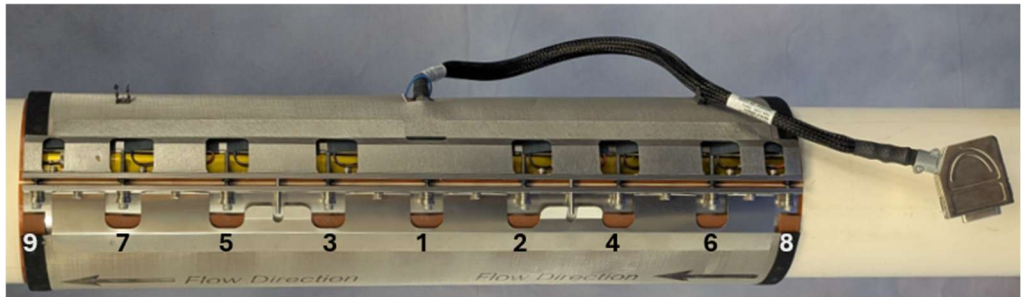
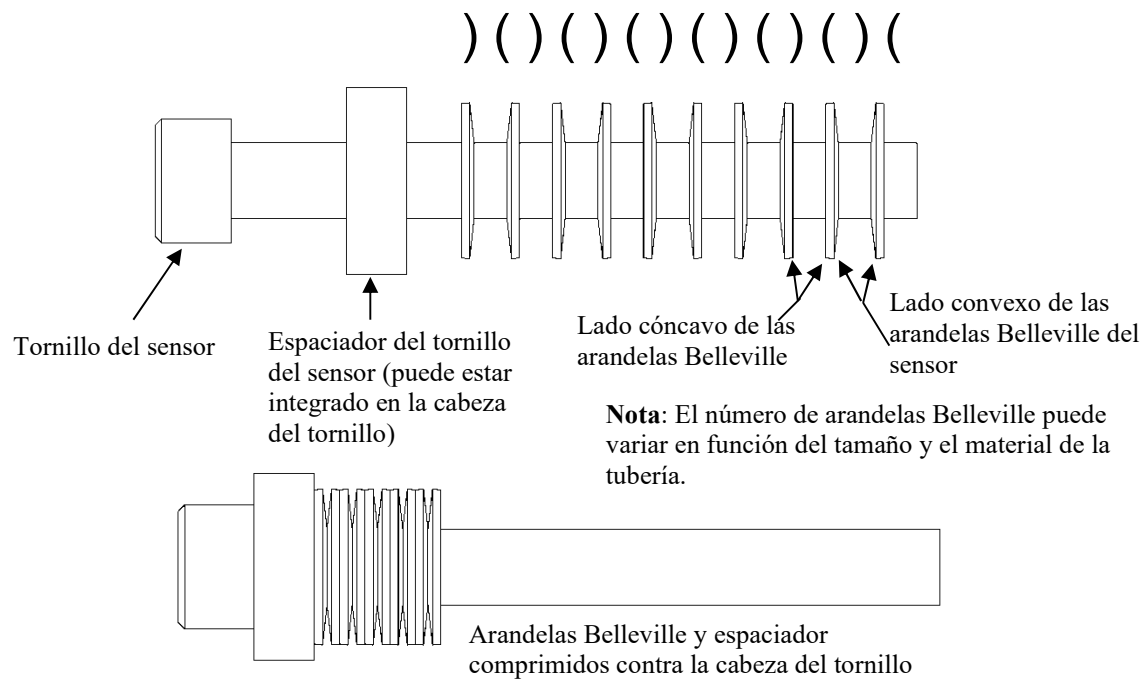
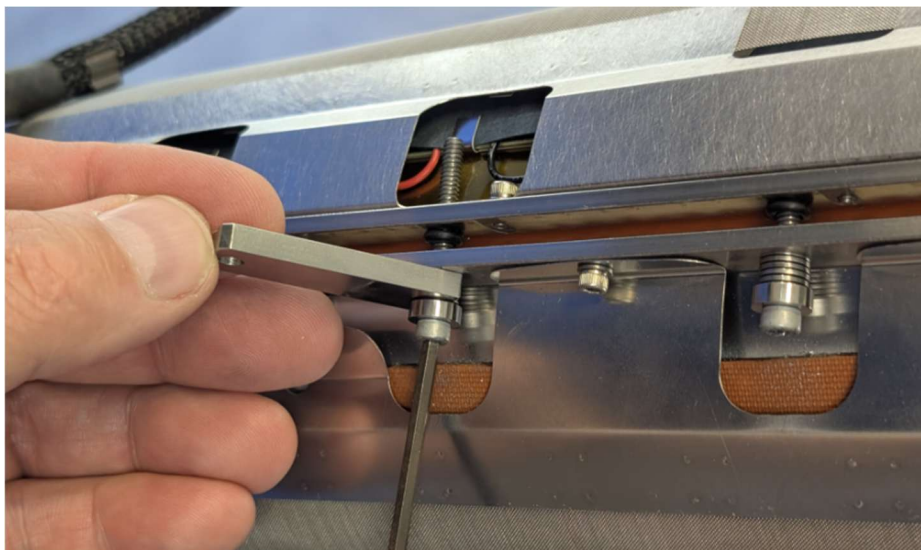

Figura 2-5: Secuencia de apriete de tornillos de la BANDA de sensores
Figura 2-6: Conjunto de tornillos de la BANDA de sensores
Figura 2-8: Galga de calibración para la BANDA montada en el tornillo
Para apretar los tornillos de la BANDA se utiliza una llave hexagonal (llave Allen) de 7/64" (para tornillos de tamaño n.º 6) o de 5/32" (para tornillos de tamaño n.º 10). Consulte la *Tabla 2-2* para información sobre dimensiones. Comience por el tornillo más central y apriete los tornillos de 3 a 4 rotaciones cada vez. **Importante:** Alterne la secuencia en la que se aprietan los tornillos. Consulte la *Figura 2-5* para ver la secuencia de apriete de los tornillos. **Nota:** Repita la secuencia de apriete solo hasta que las arandelas de presión Belleville de los tornillos comiencen a comprimirse. El set de tornillos de la BANDA se muestra en la *Figura 2-6*.
Inserte la galga de calibración (*feeler*) de la BANDA sobre las arandelas Belleville en el set del tornillo del sensor central y apriete el tornillo hasta que quede bien ajustado y que aún se pueda retirar el *feeler*. En la Figura 2-8 se observa cómo se utiliza la galga de calibración de la BANDA. Alterne de tornillo a tornillo según la secuencia de apriete de tornillos que se muestra en la Figura 2-5.
1. Apriete los tornillos n.º 1 a 7 media rotación más en el orden numérico que se indica en la *Figura 2-5*. No apriete los tornillos n.º 8 y 9 (tornillos situados en ambos extremos de la BANDA).
1. Comience con el tornillo n.º 1 en la *Figura 2-5*, apriete cada tornillo media rotación más en el orden numérico indicado.